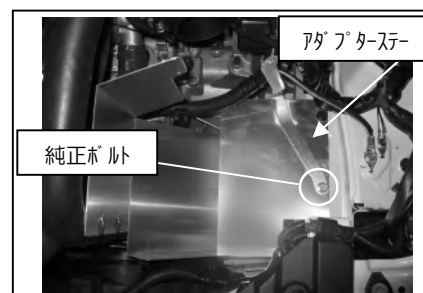

図 7
- ③純正のボルトを使い、アダプタステーを車両へ取付けます。図7参照